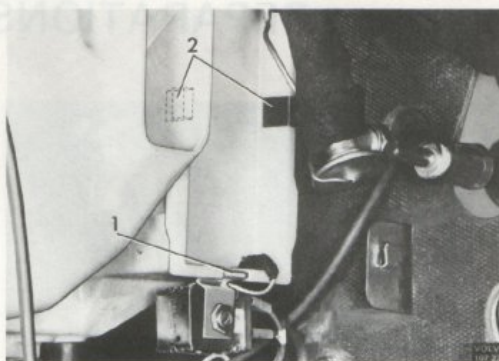

Bild 32. Demontering av förångarlock
3. Lossa termostatsens kablar och fästklamma (1 bild 32) samt de båda fästklammorna (2) för förångarens lock.